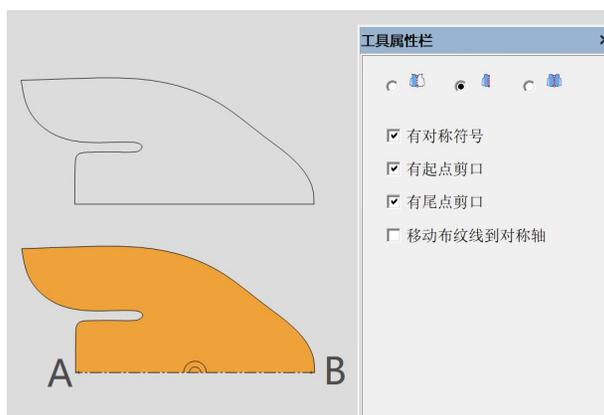

图 42.2
(2) 关联对称: ，只显示对称的一边（如图 42.2），在放码中绘图时只绘一半（排料中会自动展开成整体纸样）。
(2) 单击选中【工具属性栏】中图标 ，单击纸样上的对称轴（如图 42.2 中的轴 AB），根据需要在对话框中勾选合适的选项，即可变成对称纸样。若要删除纸样，需选中纸样后，左键点击“删除对称轴”的按钮即可。